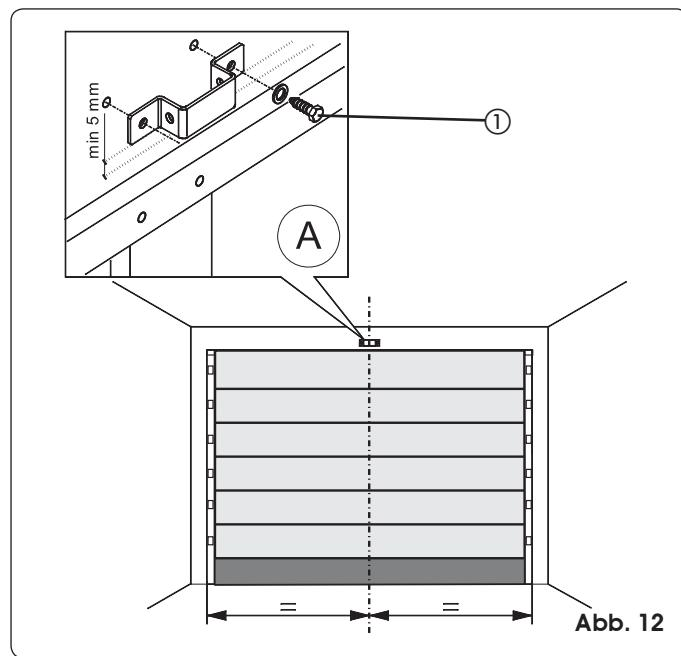

Abb. 12
- 1) Auf dem Sturz eine Linie anzeichnen, die mit der vertikalen Mittellinie des Tors übereinstimmt (Abb. 12).
- 3) Den Fixierbügel der vorderen Befestigung positionieren, wobei die Unterkante mindestens 5 mm über der Stelle, an der sich die Linien überschneiden, liegen und zur vertikalen Linie zentriert sein muss (Abb. 12). Für die korrekte Positionierung des Bügels zum Befestigungspunkt am Tor wird auf den Abschnitt 7.2 verwiesen.
- 5) Bohren und mit den Schrauben montieren (Bez ① Abb. 12 **NICHT** im Lieferumfang enthalten)